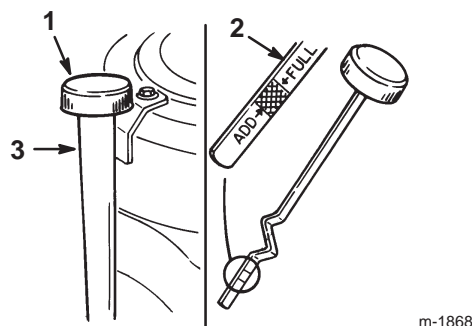

Figure 18
7. Nettoyez la surface autour de la jauge d'huile (Fig. 18) pour éviter que des impuretés ne s'introduisent dans le goulot de remplissage, ce qui risquerait d'endommager le moteur.
8. Dévissez la jauge d'huile et essuyez soigneusement l'extrémité métallique (Fig. 18).
9. Revissez la jauge complètement dans le goulot de remplissage (Fig. 18).
10. Versez lentement environ 80% de la quantité d'huile spécifiée dans le goulot de remplissage (Fig. 18). Vérifiez le niveau d'huile (voir Contrôle du niveau d'huile, page 22).